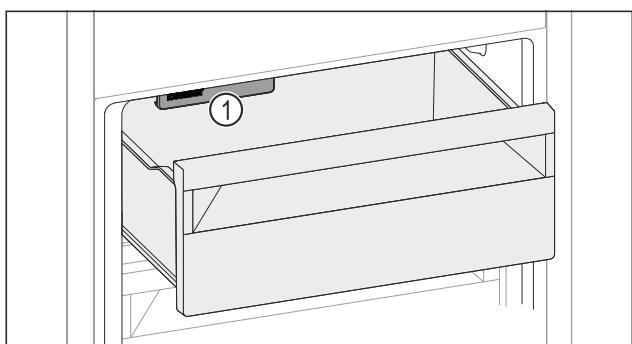

Fig. 63
► Prihliadajte na IceMaker Fig. 63 (1).